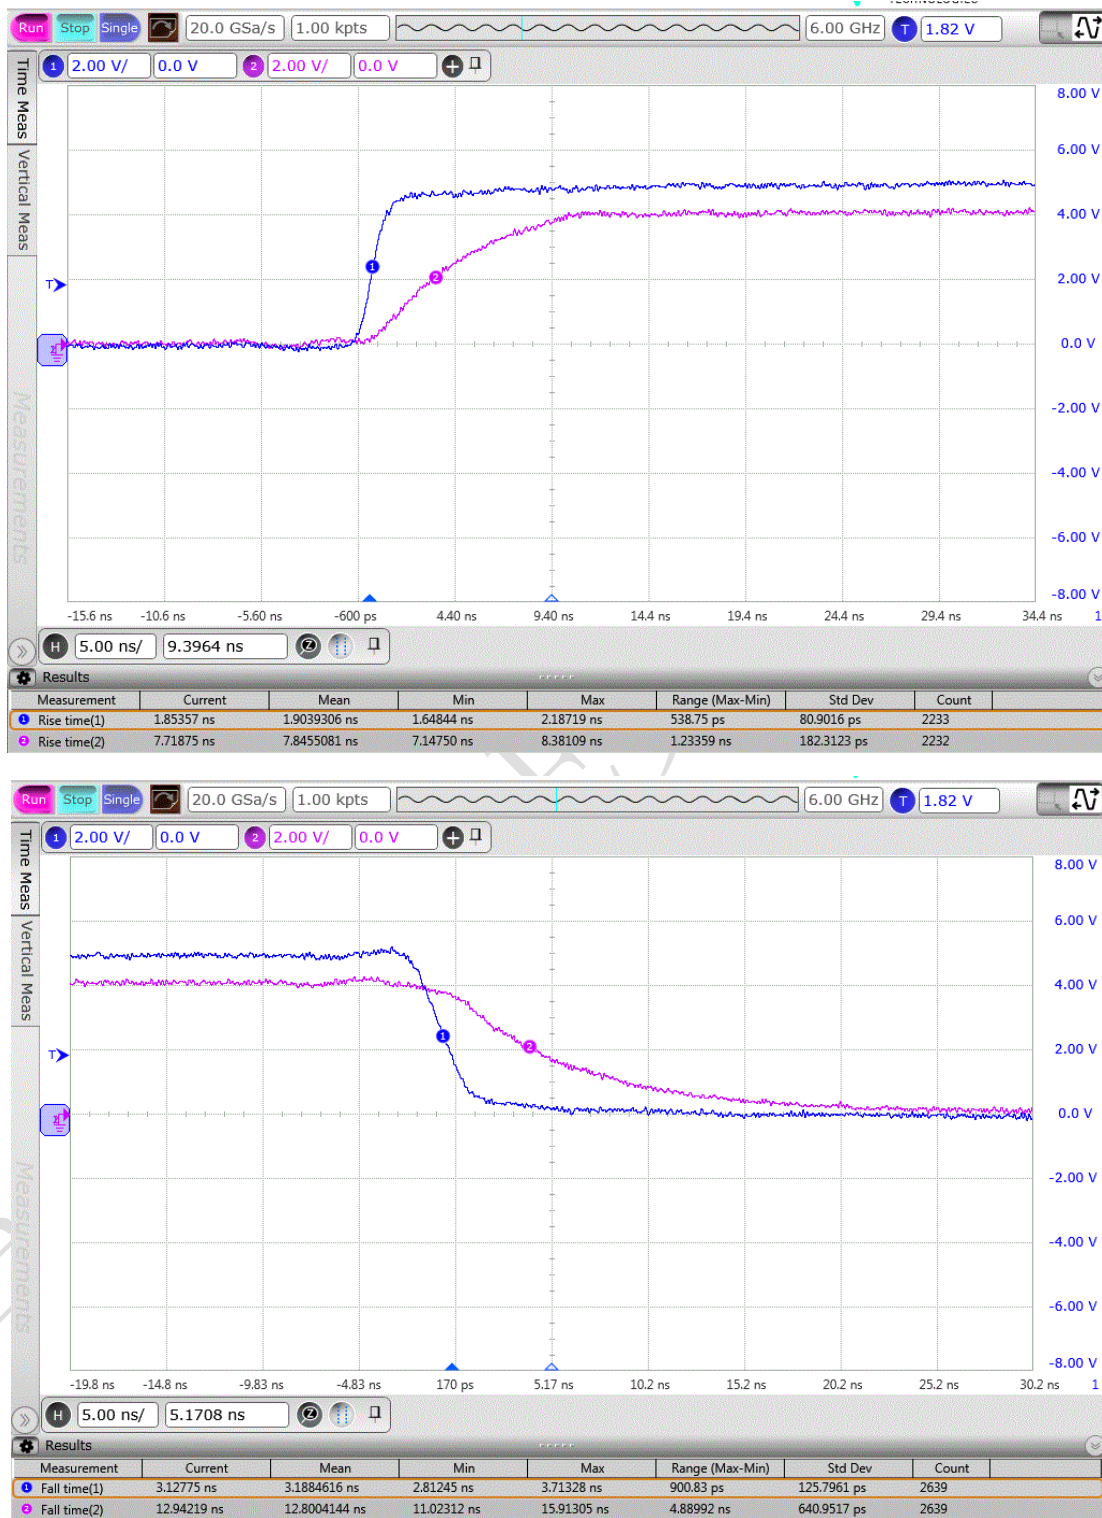
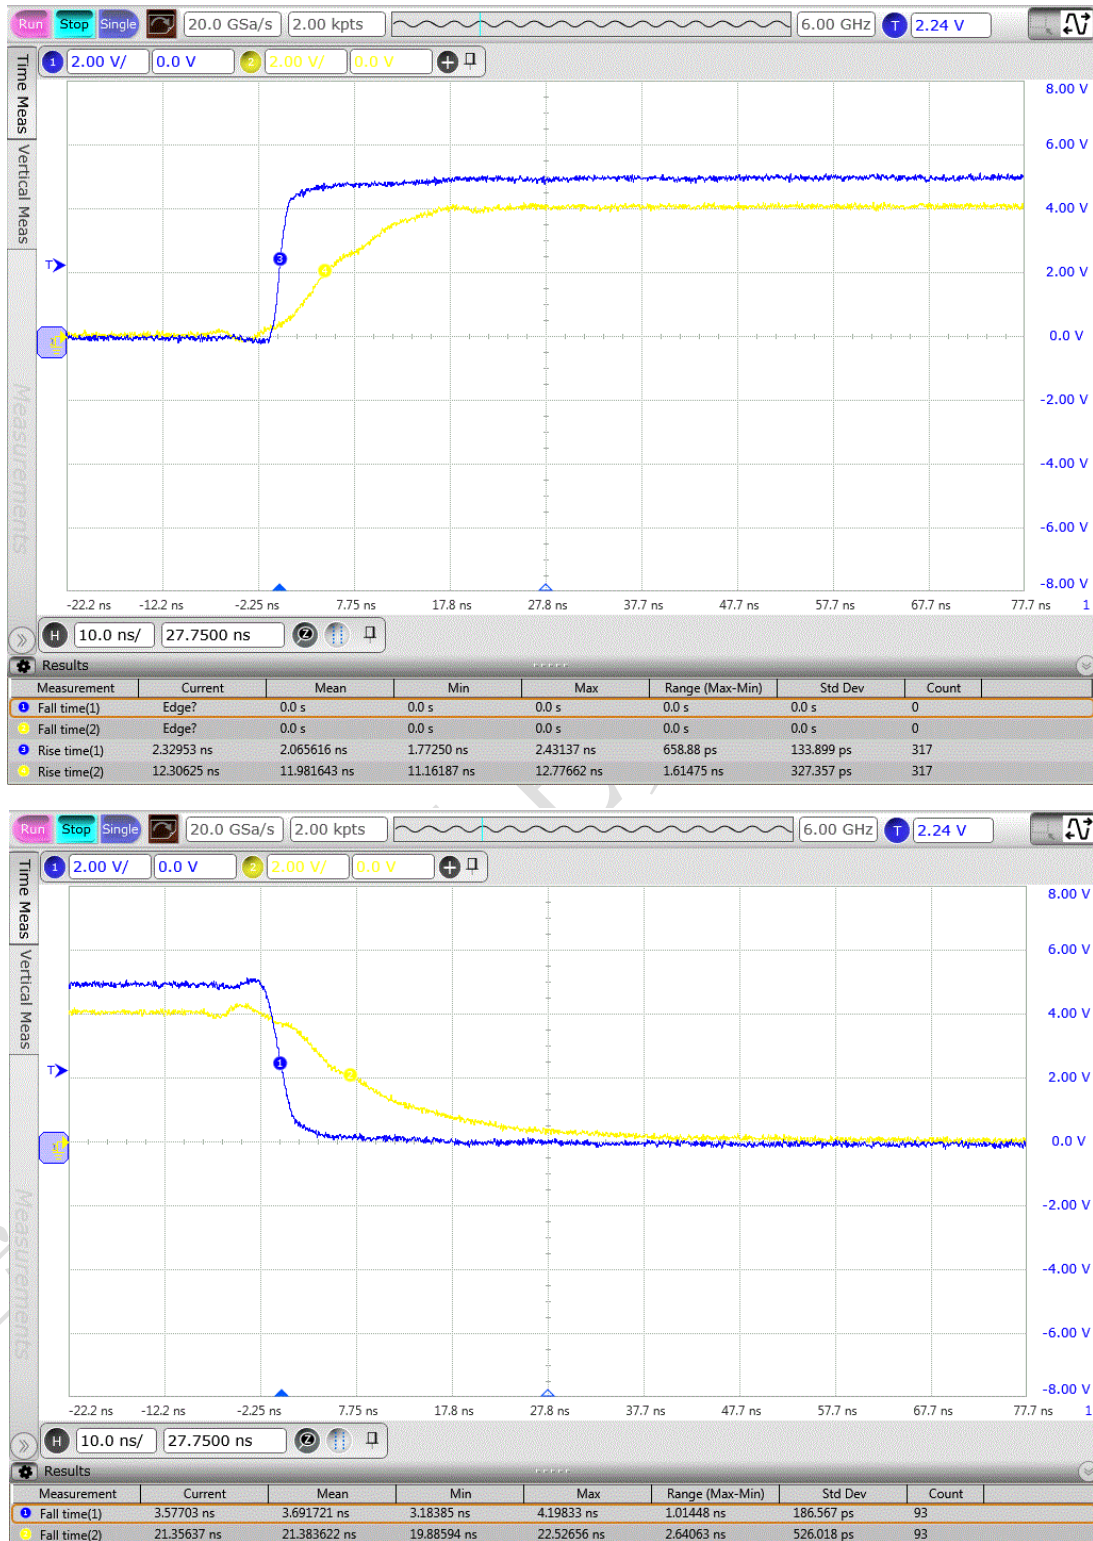

图 2-7-6 : 5V 输入驱动 EAGLE 器件接收端波形 @ $R=330\ \Omega$
图 2-7-7 : 5V 输入驱动 EAGLE 器件上升/下降沿 @ $R=600\ \Omega$
在输入端箝位通路分别串接不同阻值电阻，在 EAGLE 接收端测量波形如图 2-7-6 ~图 2-7-7 所示。
串接电阻 $R=330\ \Omega$ ，上升时间为 7.8ns ，下降时间为 12ns ，见图 2-7-6
- 串接电阻 $R=600\ \Omega$ ，上升时间为 12ns，下降时间为 21ns，见图 2-7-7